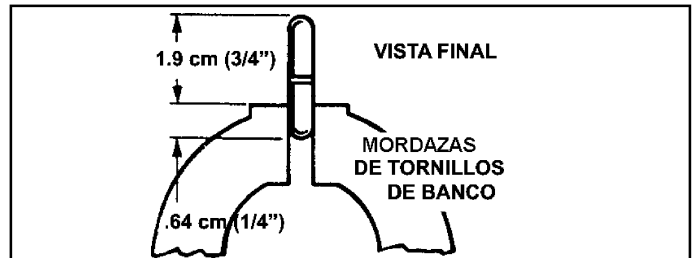

Figura 2-1.
a. Inserte el eslabón de conexión dividida en un tornillo de banco de modo que tres cuartos del eslabón queden por sobre la parte superior de las mordazas del tornillo de banco, como se indica en la Figura 2-1.